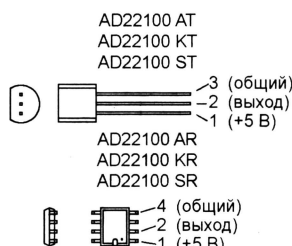

Рис. 1
Датчики температуры серии AD22100 выпускают в корпусах двух модификаций (рис. 1). Кроме конструкции корпуса, датчики с разными буквенными индексами отличаются рабочими интервалами температуры: KT (KR) — 0...+100 °C, AT (AR) — -40...+85 °C и ST (SR) — -50...+150 °C. При напряжении питания 5 В потребляемый ток не превышает 0,5 мА.